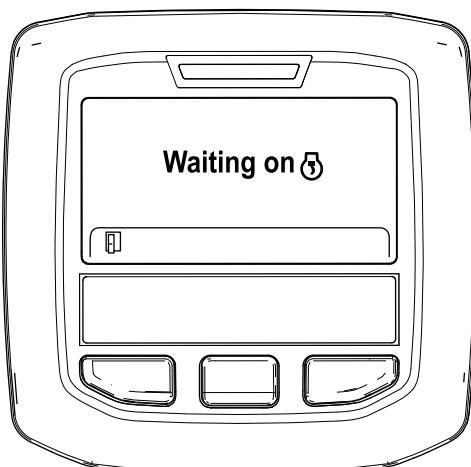

図 48
- B. Waiting on 待機中というメッセージが表示される図 48。